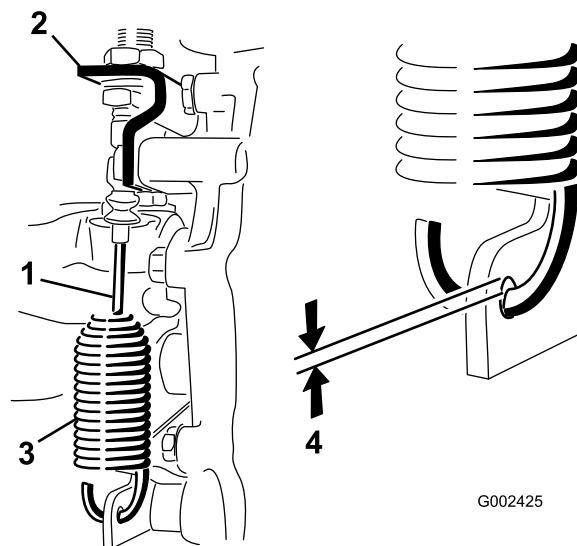

Figura 44
2. Alivie as porcas de segurança que fixam o cabo de bloqueio do diferencial ao suporte no conjunto eixo-transmissão (Figura 44).